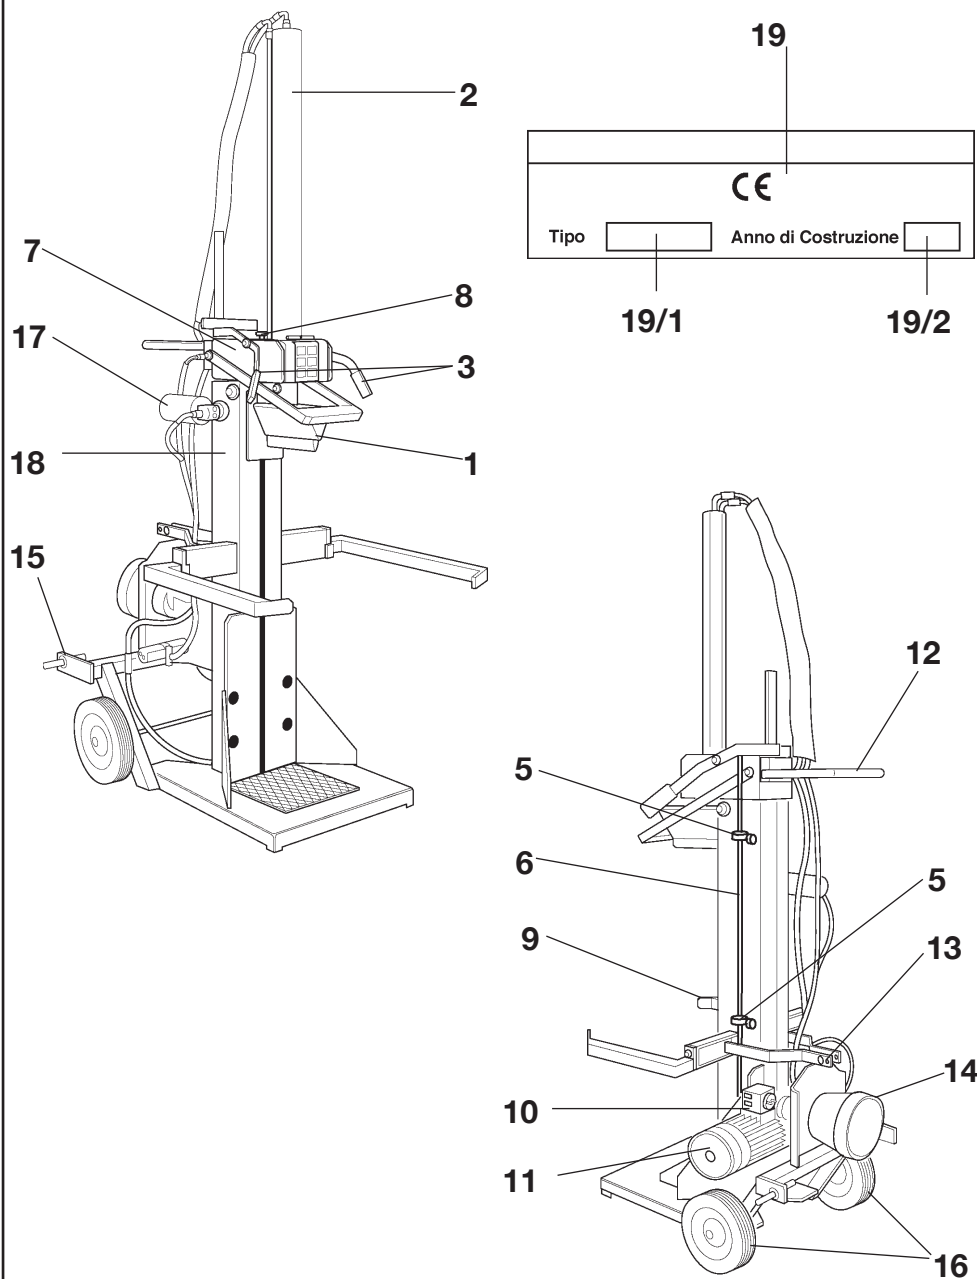

Fig. 1 - fendeuse Mod. 110+PTO à fonctionnement électrique, avec attache aux trois points du tracteur (c'est la version la plus complète).
1.2 DESCRIPTION DE LA FENDEUSE (fig.1)